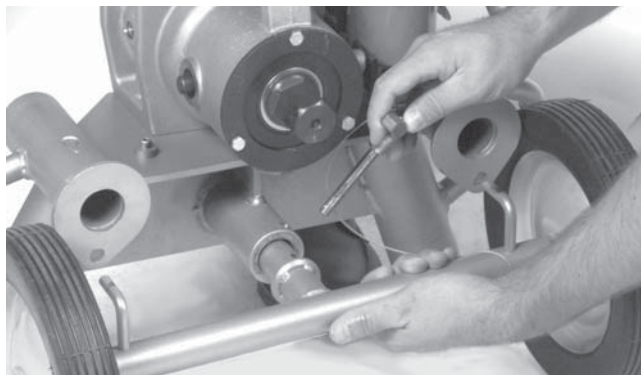

Рисунок 24 – Установка желобонакатчика на транспортную тележку № 32
- Чтобы прикрепить тележку к желобонакатчику, вставьте тележку в гнездо в нижней части основания (рисунок 24). Убедитесь, что два выступа для выравнивания на тележке также вставлены в основание.